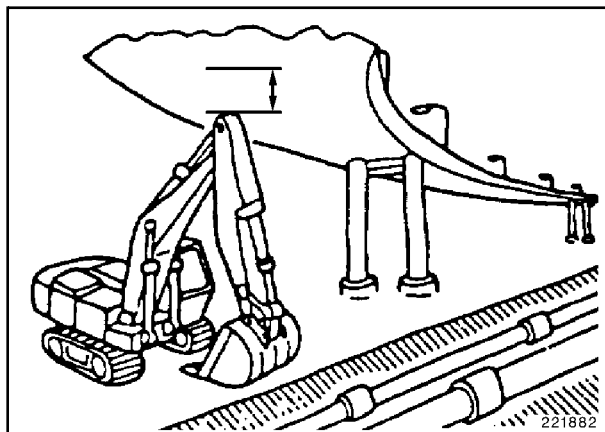

Fig. 13
- Al manejar, mover o parar la excavadora, evite el contacto entre el pescante o la pluma y objetos encima de la máquina (Fig. 13). Antes de dar comienzo a los trabajos de excavar, compruebe si el lugar de trabajo cuenta con tuberías/líneas subterráneas de gas, eléctricas y de agua y dónde están colocadas las mismas. No excavar por debajo de la máquina. En caso de pararse el motor durante el trabajo en un pendiente, descender la cuchara hasta el suelo. Arranque el motor sin demora.